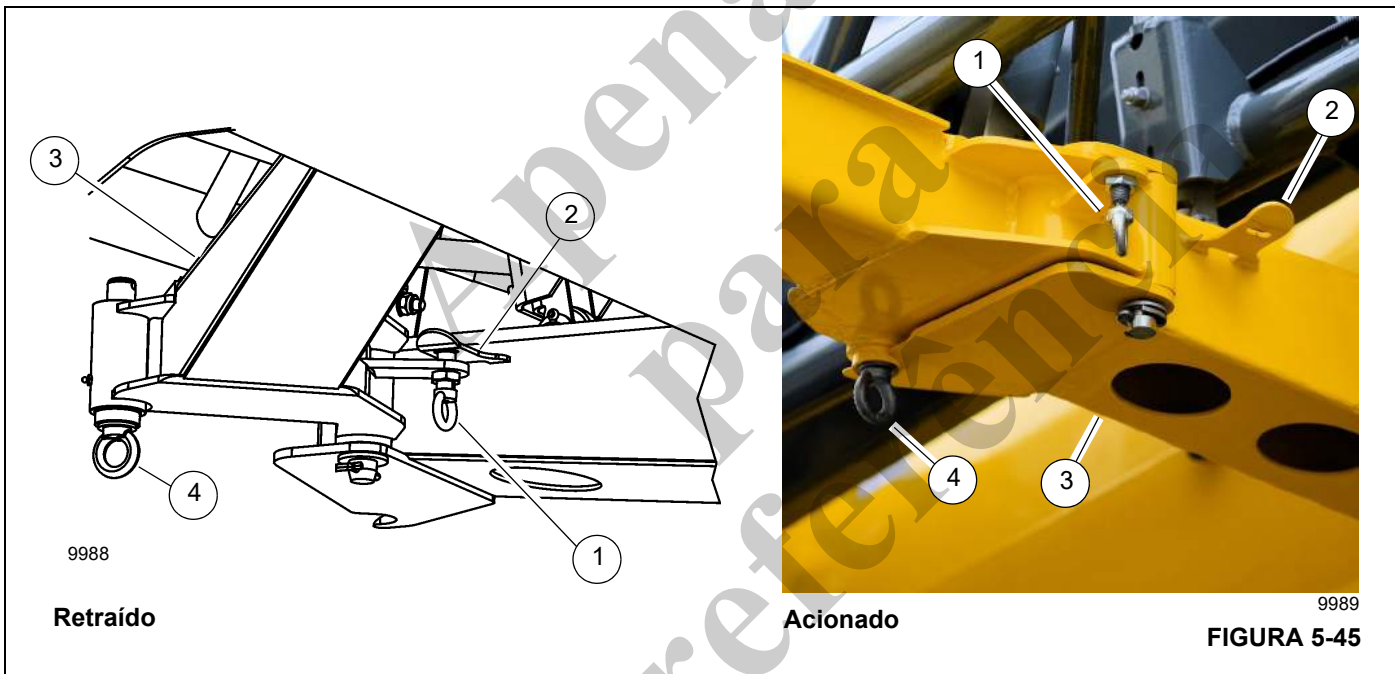

FIGURA 5-45
9. Retire o pino de retenção prisioneiro (1, Figura 5-45) do suporte (2) para liberar a rampa de extensão da lança traseira (3) da posição de retração. Gire a rampa de extensão da lança traseira (3) para a posição de acionamento. Retraia o pino prisioneiro (4) para prender a rampa na posição de acionamento.